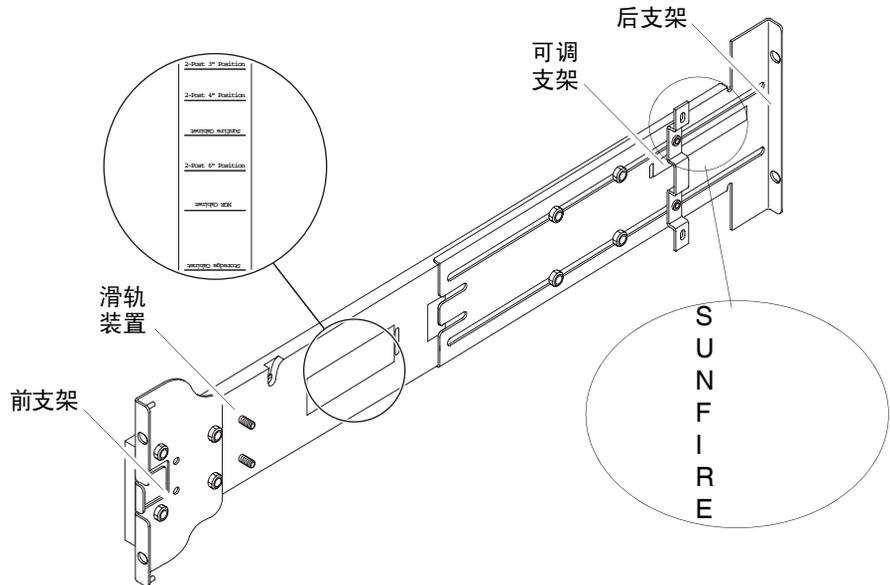

图 1-3 滑轨装置（标准配置）
每个滑轨装置由四个组件组成（图 1-3）：
调整后支架或可调支架的位置可以改变滑轨装置的长度。滑轨装置和后支架的金属框架上标明了适于各种特定机箱的支架位置。图 1-3 显示了这些标记的位置。
1. 拧下用于固定可调支架的螺母，卸下可调支架（图 1-3）。